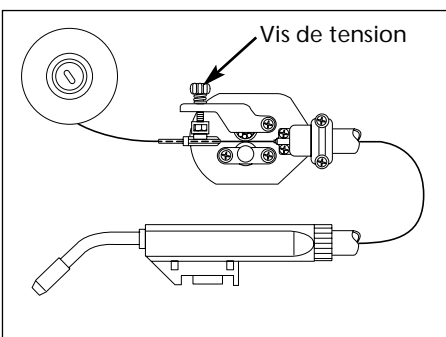

Figure 5 - Pistolet d'alimentation en fil
8. Mettre le soudeur en marche et régler la vitesse du fil à 8. Régler l'interrupteur du pistolet jusqu'à ce que le fil s'avance et dépasse le bout du chalumeau. (Voir Figure 5). Mettre le soudeur hors circuit.